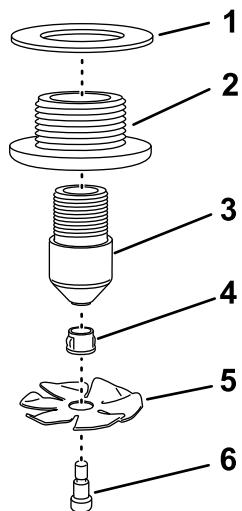

Figura 20
1. Monte la hélice de enjuague y el casquillo sobre el perno de cuello largo (Figura 20).
2. Monte la hélice de enjuague, el casquillo y el perno de cuello largo en la boquilla de enjuague (Figura 20).
4. Instale el conjunto de boquilla de enjuague en el pasamuros y apriete a mano (Figura 20).
5. Coloque la junta sobre el pasamuros (Figura 20).